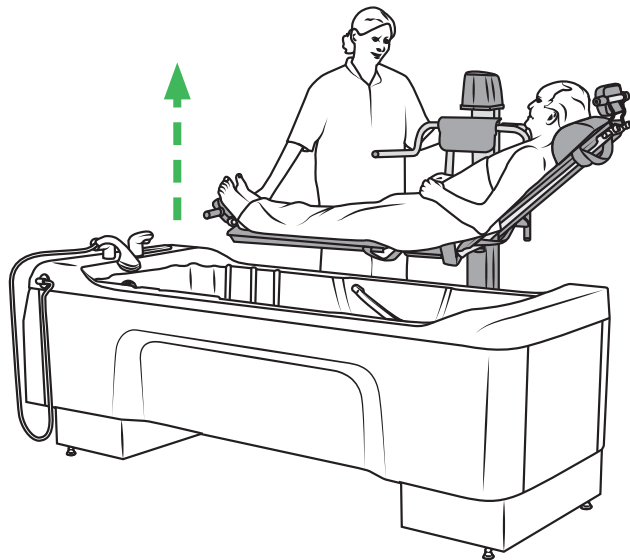

Figure 40
5. Relever le brancard élévateur d'hygiène afin de dégager le bord de la baignoire Classic Line 2. Voir la section Figure 40.